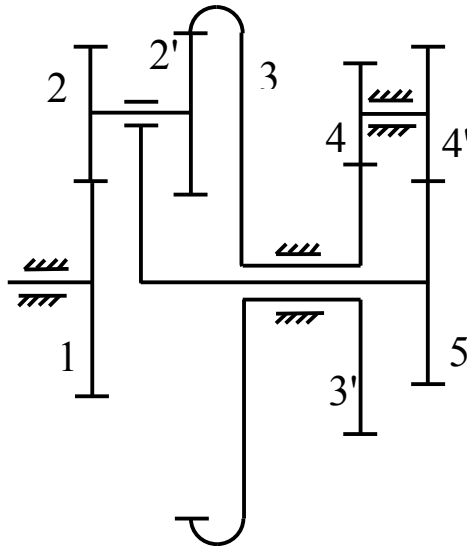

Рис. 2.17
2. У планетарных механизмов одно из основных (центральных) колес неподвижно (на рис. 2.17 – колесо 3). Такие механизмы обладают одной
Рассмотрим механизм на рис. 2.17. Определим передаточное отношение u_{1H} . Для этого выделим дифференциальную часть – это колеса 1, 2, 2', 3 и водило H . Запишем для нее формулу Виллиса и преобразуем ее так, чтобы выделить искомое передаточное отношение, для чего числитель и знаменатель дроби поделим на n_H :